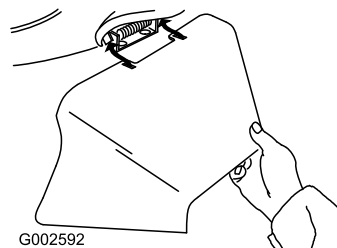

Figura 22
3. Instale el conducto de descarga lateral y cierre la puerta sobre el conducto (Figura 22).